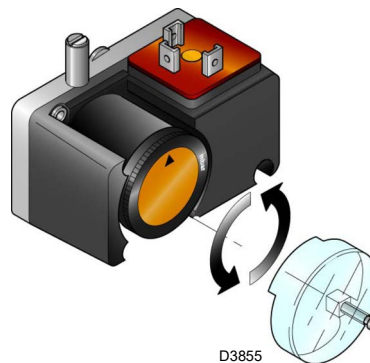

Fig. 31
- Régler le pressostat gaz minimum (Fig. 31 à la page 34) en début d'échelle.
Effectuer le réglage du pressostat gaz seuil minimum (Fig. 31) après avoir réglé le brûleur, les vannes de gaz et le stabilisateur de rampe.